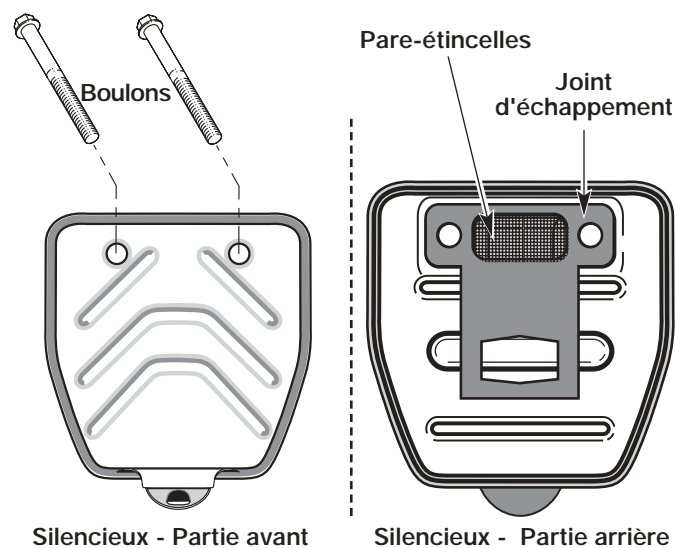

Fig. 38
2. Repérez le devant du silencieux et les deux (2) boulons qui le retiennent au moteur (Fig. 38). Retirez les deux (2) boulons à l'aide d'un tournevis à lame plate, d'une douille de 5/16 po ou d'un tourne-écrou. Retirez le silencieux du moteur.
3. Retournez le silencieux vers l'arrière et repérez le joint d'échappement. Retirez le joint du silencieux (Fig. 38).
7. Placez le joint d'échappement contre l'arrière du silencieux. Alignez les trous de boulon du joint d'échappement avec les trous de boulon du silencieux. Tout en maintenant le joint d'échappement en place, insérez les boulons sur le devant du silencieux (Fig. 38).